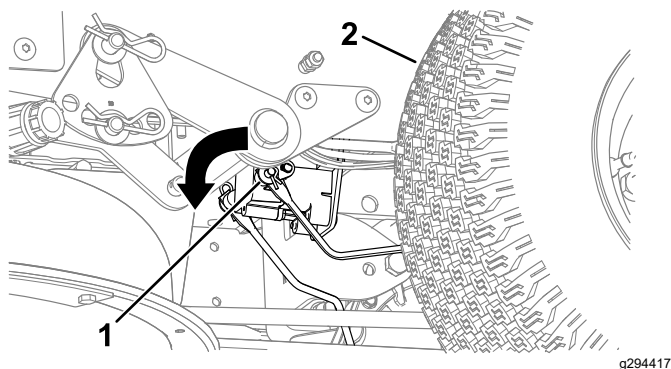

Figura 46
2. Localice el eje del freno eléctrico al que están conectados los brazos de enganche de los frenos (Figura 46).